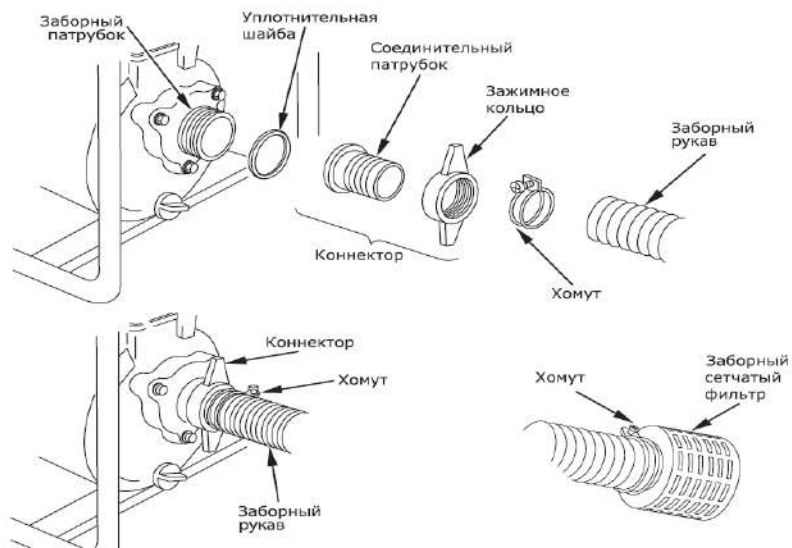

Рис. 4
- подсоедините заборный сетчатый фильтр к заборному шлангу при помощи хомута (рис. 4)
- Убедитесь, что топливный бак полностью заполнен (рис. 4).